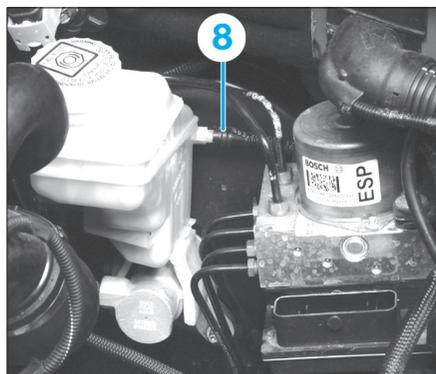

Fig. 7
- le tuyau d'alimentation du cylindre émetteur d'embrayage (8) (Fig.7).